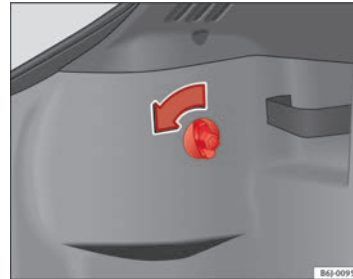

Abb. 161 Zugang zu den Rückleuchten
- Die Schraube von Hand oder mit einem Schraubendreher in Richtung des Pfeils ⇒ Abb. 161 drehen.
- Nehmen Sie den Stecker aus der Aufnahme (A) ⇒ Abb. 161.